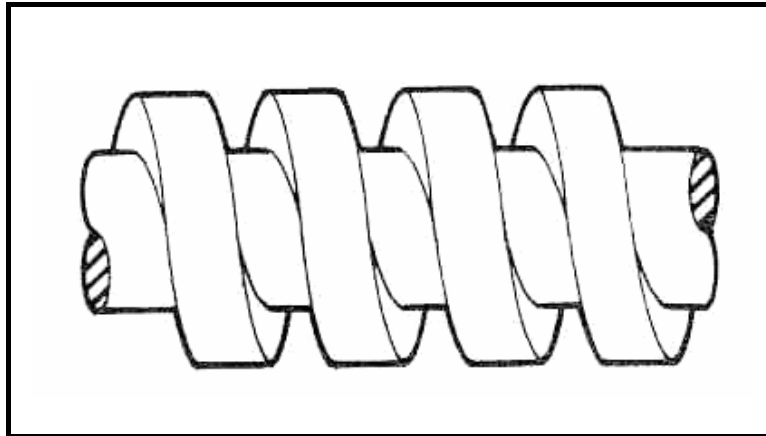

FIGUUR 1.6
- 1.16 Watter afstand (X) sal die suier beweeg indien die kruk deur 'n afstand van 25 mm beweeg, soos aangetoon in FIGUUR 1.6, en deur 180° roteer?